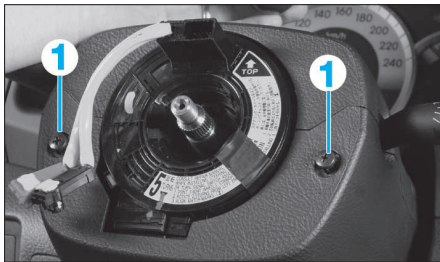

FIG. 3
- Déposer les deux vis de fixation (1) de l'enjoliveur combiné/coquille de direction (fig. 3).